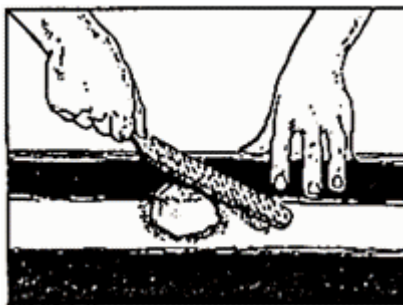

Рис.1
4.2 Острым ножом срезать острые выступы, задиры, заусенцы или отслоившие участки покрытия всему периметру. Края покрытия срезать (по всему периметру) под углом не более 30° к поверхности трубы (см. рис.1).